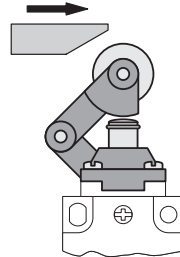
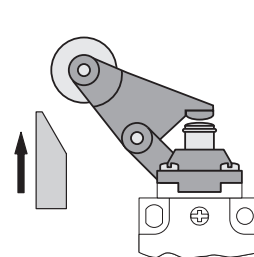

fig 3
fig 4
- En los cabezales de palanca horizontal e vertical (tipos H y V), se recomienda apenas un sentido de accionamiento (fig 3 y fig 4).
② Típico